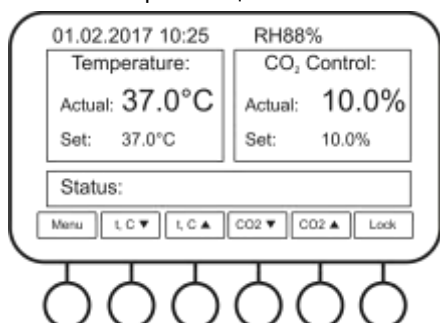

Рисунок 1. Рабочий экран
- 5.2 После инициализации, дисплей (рис. 1) покажет: